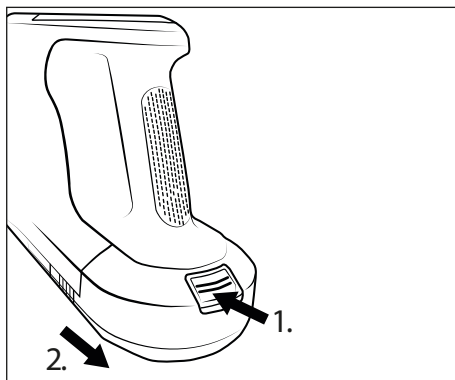

Fig. 13
- ◆ Pour retirer la batterie ❷ de l'appareil, maintenez la touche de déverrouillage de la batterie ❶ enfoncée et retirez la batterie ❷ de l'appareil (voir figure 13).